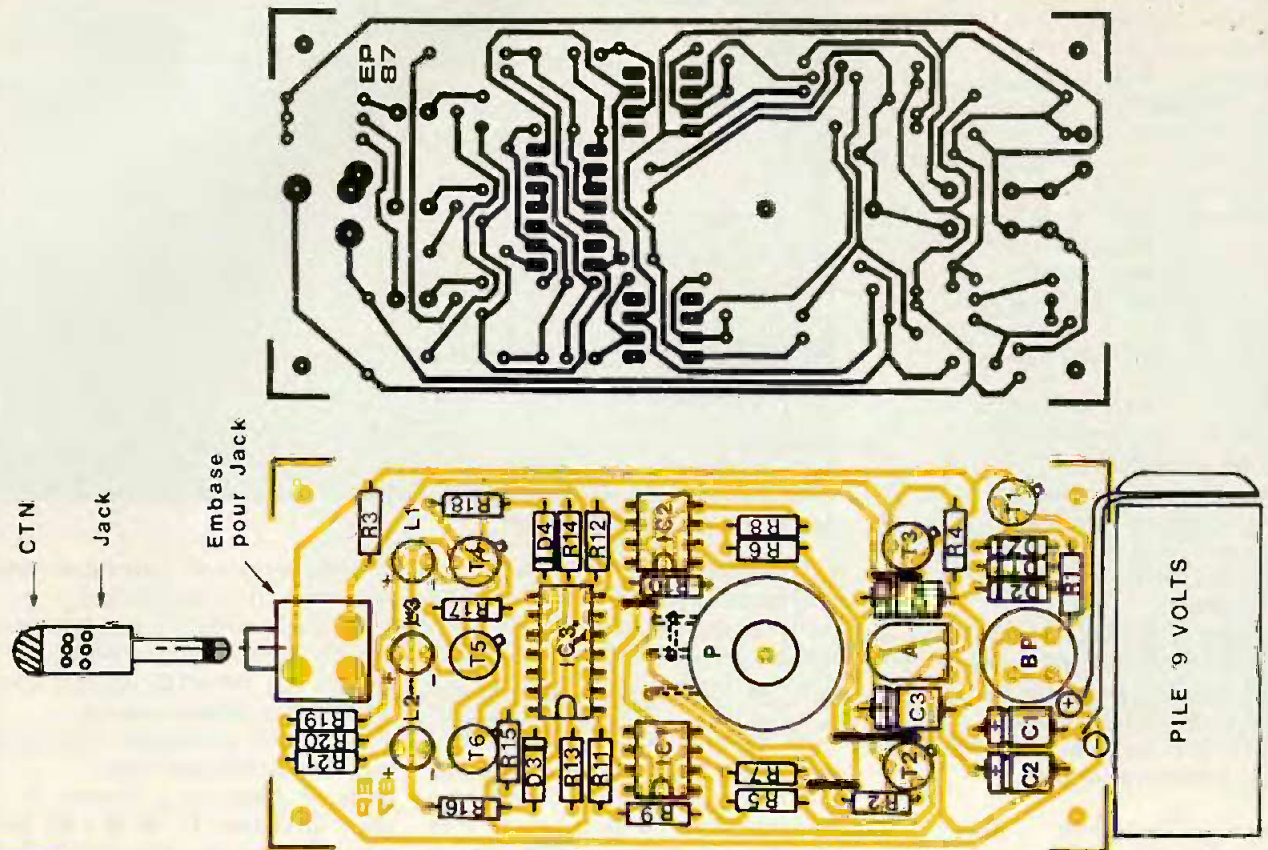

Fig. 4 Tracé et implantation grandeur et 5 nature.
a) Le circuit imprimé (fig. 4)